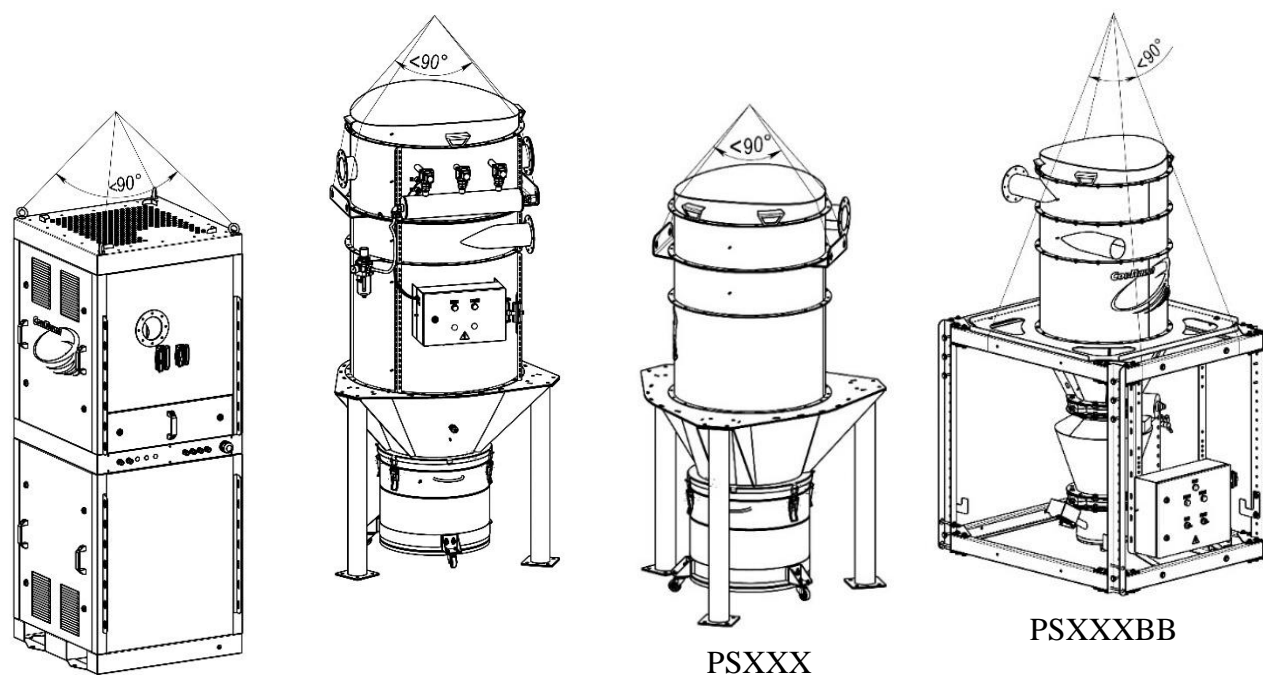

Рисунок 6
5.4.3 Пресепараторный блок PSXXBB поставляется с разобранной опорной конструкцией. Перед присоединением блока к установке необходимо выполнить сборку основания. Зацепить пресепаратор мягкими стропами согласно схеме строповки (рисунок 6) и поднять при помощи крана-балки.